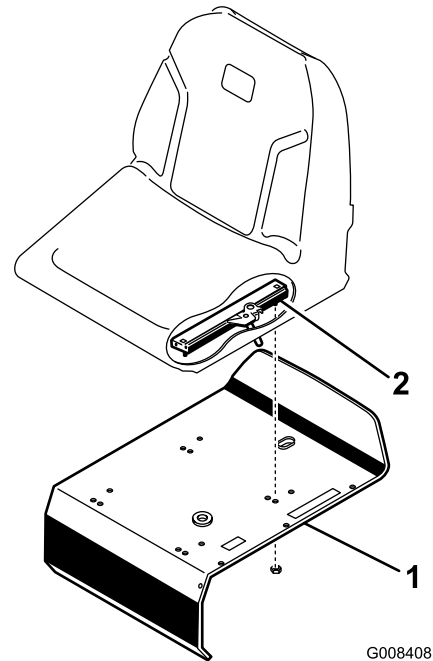

Figura 3
3. Sujete los raíles del asiento al soporte del asiento con las contratuercas (5/16 pulgada) (Figura 3) suministradas con las piezas sueltas.